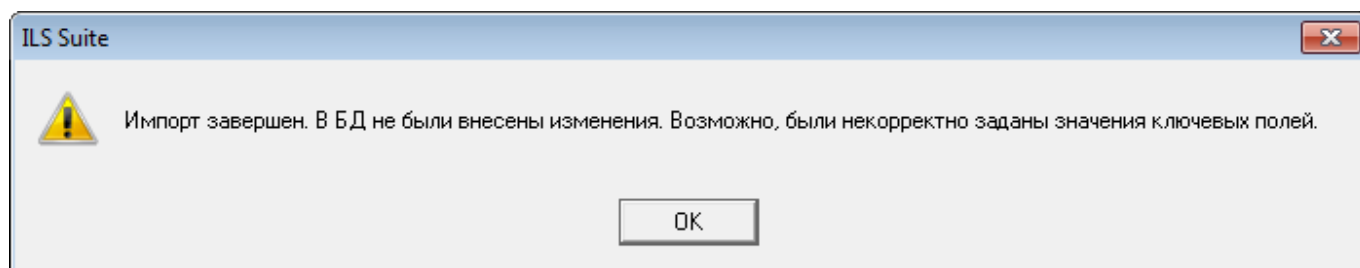

Рис. 27-36 – Информационное сообщение
10) Если в окне импорта данных не указано соответствие для ключевых полей, импорт не выполняется и выводится сообщение об ошибке (рис. 27-36). В этом случае нужно повторить импорт, указав правильное соответствие для ключевого поля.